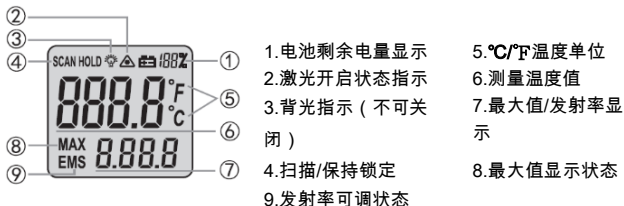

图 2
2. **液晶显示**：仪器开机后，屏幕上显示详细功能说明符号（如图2）。